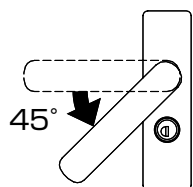

図3-1 内開き
- ① 把手またはアームを握って回すと、アームが外れて門扉が開きます。
- ② 門扉を閉めるときは、門扉を閉じてアームが錠受け座に納まるようにします。
- 内開きの場合は、把手の下げ角度が約45°の位置でストップします。（図3-1、図3-2参照）